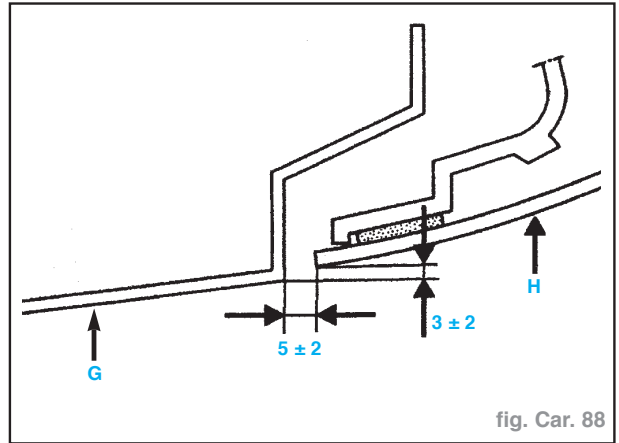

fig. Car. 88
- Ajuster le désaffleurement de l'aile (G) par rapport au hayon (H) (fig. Car. 88).